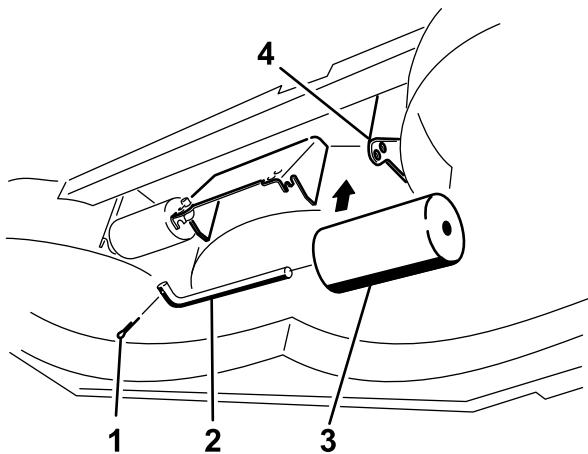

Figure 51
4. Retirez les fixations de chaque galet sur le tablier de coupe et montez ou abaissez les galets selon le cas; reportez-vous aux Figure 47 à Figure 51 selon ce qui convient à votre tondeuse.
5. Montez les fixations comme montré de la Figure 47 à la Figure 51.